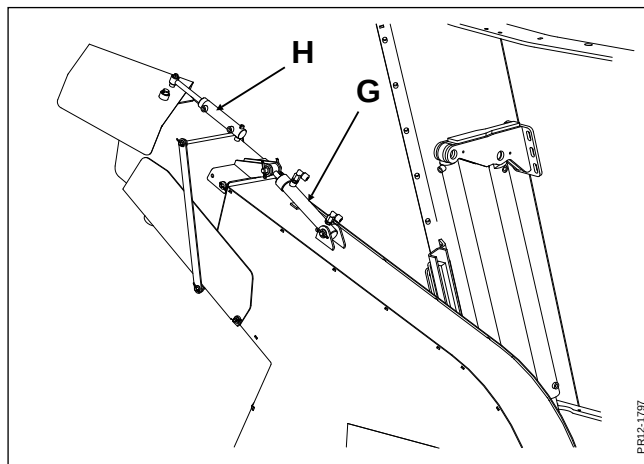

Fig. 2-7
- Fig. 2-7** 3) Tuden indstilles via joysticket (5).